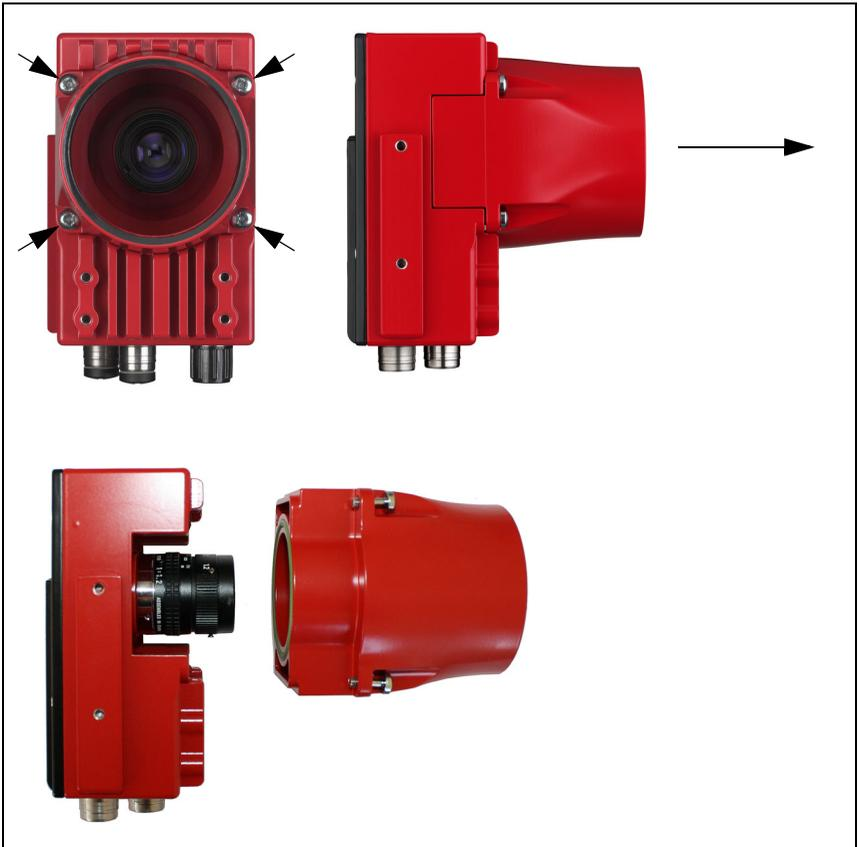

Bild 4.8: Objektivwechsel bei C-Mount Geräten
- ↳ Lösen Sie zunächst die 4 Kreuzschlitzschrauben der Objektivabdeckung und heben Sie die Abdeckung nach vorne ab wie in Bild 4.8 gezeigt.